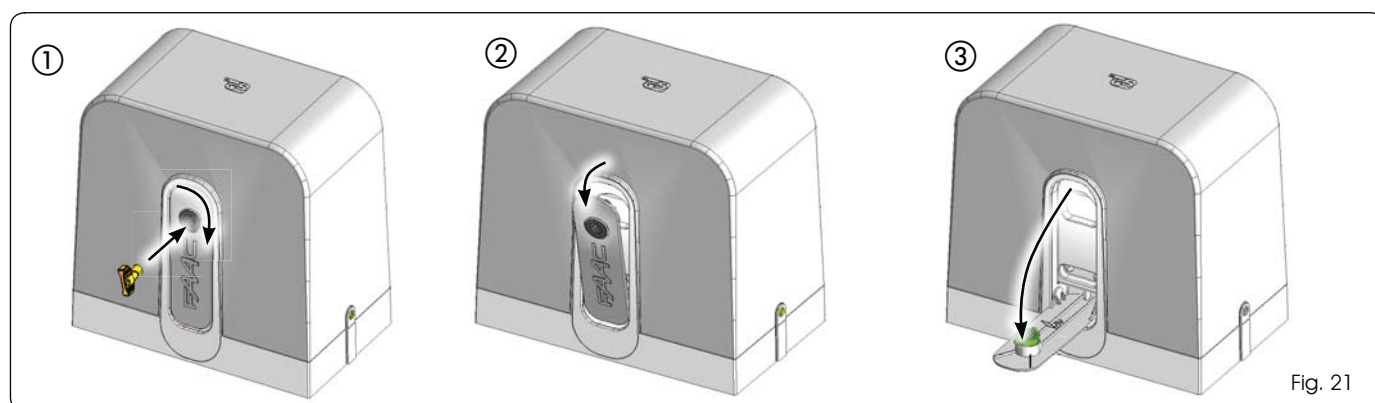

Fig. 21
1. Girar o desbloqueio em sentido horário como indicado na Fig. 21 ref. ①. A alavanca de desbloqueio afasta-se levemente do corpo do operador (Fig. 21 Ref. ②)
2. Abaixar completamente a alavanca de desbloqueio até a parada mecânica, Fig. 21 ref. ③.